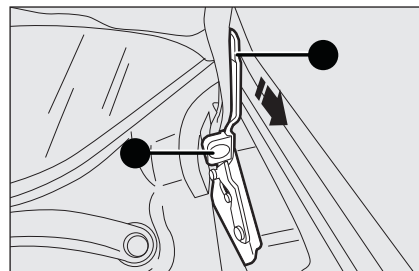

fig. 88
- ☐ houd de motorkap met een hand omhoog, trek met de andere het mechanisme **A-fig. 88** naar u toe en laat de stang **B** zakken;